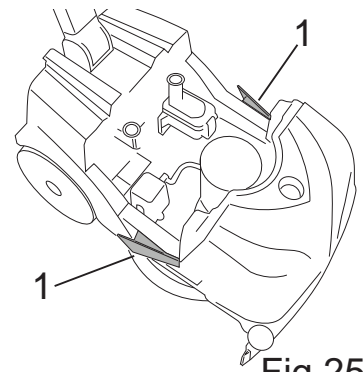

Fig.25
- Prima as duas alavancas laterais de bloqueio dos depósitos (Fig.25-Ref.1), extraia o depósito de recolha do chassis.